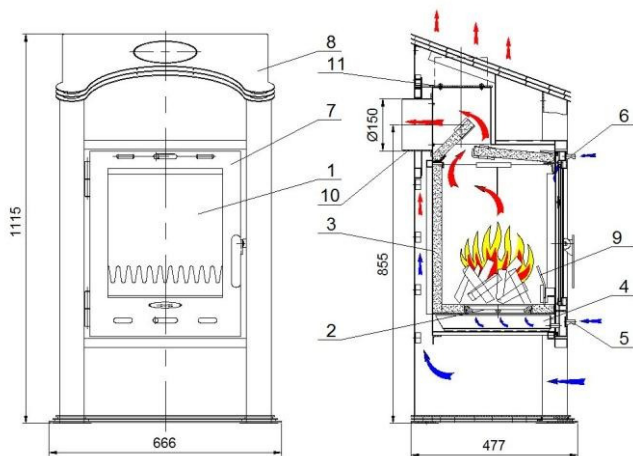

Рис. 1
Топка в печи выложена огнеупорной плиткой (вермикулит) 3 (см. рис.1), которая улучшает горение. В дверцу печки 7 вмонтировано термостойкое стекло, которое позволяет видеть пламя. Первичная подача воздуха регулируется при помощи заслонки 5. Вторичная подача воздуха в топку подается через заслонку регулирования 6. В печи используется отражатель огня 9.
Печка должна быть смонтирована таким образом, чтобы не были бы заблокированы заслонки регулирования подачи воздуха 5 и 6 (см. рис. 1).
- изъять подсоединение дымохода 10 (см. рис.1), отвинтив крепежные болты;
Разжигание. Полностью откройте заслонки первичной и вторичной подачи воздуха 5 и 6(см. рис.1). На дно топки положите два полена маленького размера, оставляя между ними промежуток. В промежуток вложите скомканную бумагу или таблетку твердого топлива, на которую нужно крестообразно положить мелко нарубленные сухие дрова, на них положить дрова средней величины. Бумагу поджечь и после ее возгорания закрыть дверцу. Ручка дверцы может быть горячей, поэтому надо пользоваться защитной рукавицей. Интенсивность горения регулировать при помощи заслонок подачи воздуха.